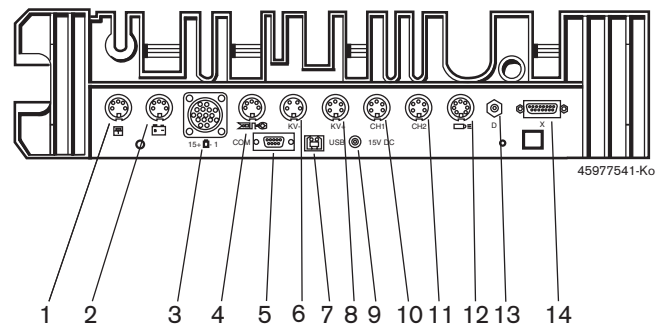

Fig. 3: Anschlussleiste Messeinheit (von unten)
2. Sensoren an den vorgesehenen Steckplätzen der Messeinheit anschließen (Fig. 3). Stromzange 1000 A sowie Adapterleitung 1 684 465 513 werden nur bei Bedarf angeschlossen.